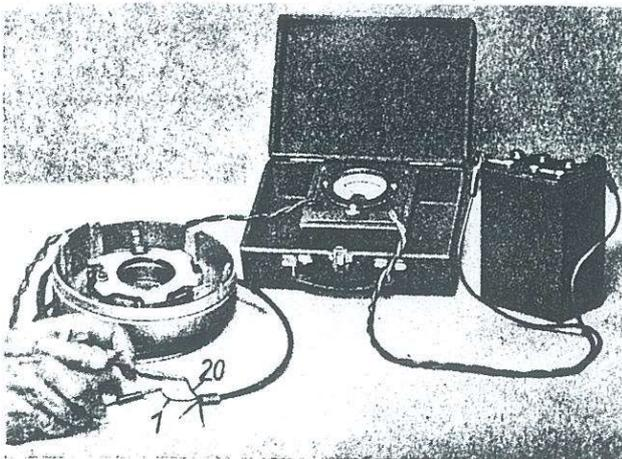

Bild 216. Messen des Vorschaltwiderstandes bei einer NZ-Anlage
Die Prüfung des Widerstandes geschieht mit Hilfe des unter Nr. 8231 lieferbaren Widerstandsmessers. Dabei sind das Meßgerät und der zu messende Widerstand so in den Stromkreis eines gut geladenen 6-Volt-Sammlers zu legen, wie Bild 216 zeigt, d. h. der Anschluß des Widerstandsmessers hat an den Leitungsenden 20 (DF) und 1 (D I) zu erfolgen. Bei einwandfreiem Widerstand muß am Widerstandsmesser ein Wert von 8,5 Ohm (Toleranz $\pm 10\%$) angezeigt werden.